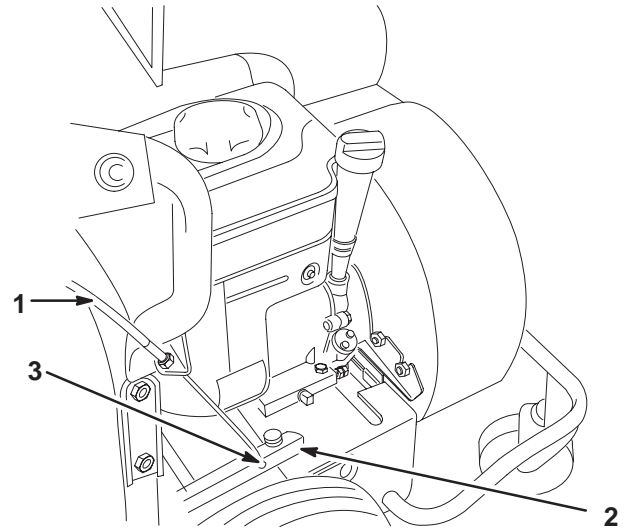

Figure 4
5. Accrochez l'extrémité inférieure (bout arrondi) du câble de commande de transmission dans la fente en trou de serrure du bras du capot de transmission (Fig. 4).
6. Fixez le bout arrondi dans la fente en trou de serrure avec un boulon et un écrou (Fig. 4).